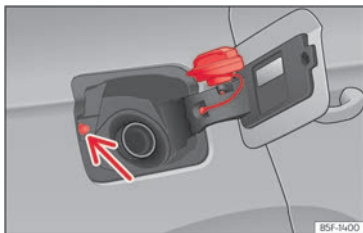

Abb. 218 Tankklappe mit aufgestecktem Tankverschluss.
- Platzieren Sie den Verschluss in der Aussparung, die sich im Scharnier der geöffneten Tankklappe befindet »» (Abb. 218).
Nicht den Taster für Tankdeckelverriegelung »» (Abb. 218) (Pfeil) berühren. Das System interpretiert ansonsten, dass der Tankvorgang beendet ist und ein weiteres Betanken ist nicht